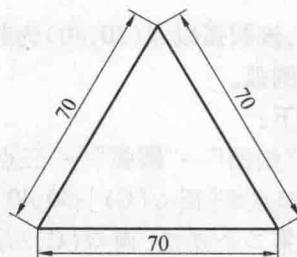

图 2.2 等边三角形
2. 试用 LINE 命令绘制如图 2.2 所示尺寸的等边三角形。(提示:使用相对极坐标方式)